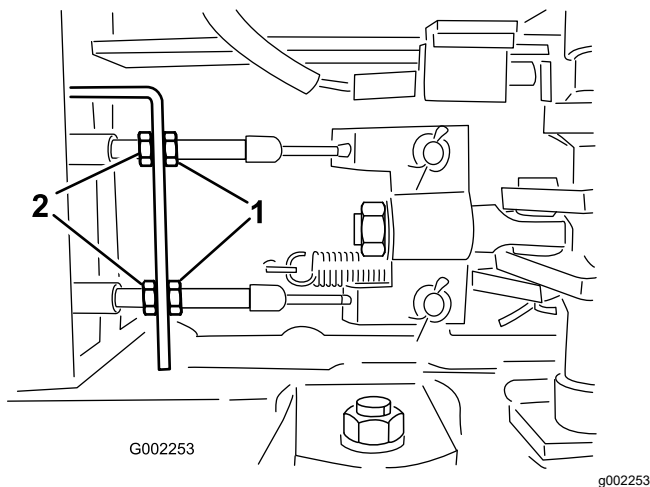

Figura 102
5. Afloje las contratuercas delanteras de los cables de freno, debajo del extremo delantero del fumigador (Figura 102).
6. Apriete las contratuercas traseras en la misma cantidad hasta que el pedal de freno recorra entre 1 a 2 cm (½" a 1") antes de que se note resistencia (Figura 102).